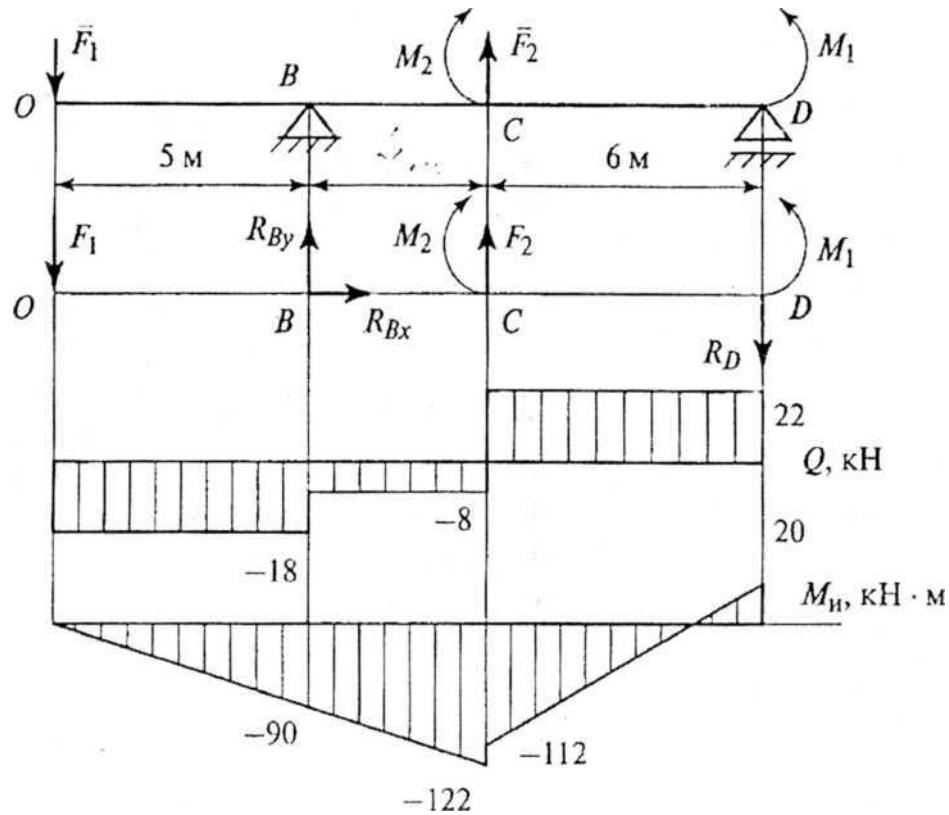

Рис. 6.6
Для заданной двухопорной балки (рис. 6.6) определить реакции опор, построить эпюры поперечных сил и изгибающих моментов, определить размеры поперечного сечения (h, b, d) в форме прямоугольника и круга, приняв для прямоугольника $h/b = 1,5$. Считать $[\sigma_i] = 160$ МПа.
Решение. 1. Строим расчетно-графическую схему (рис. 6.6).
3. Определяем поперечные силы Q в характерных точках: O, B, C, D и строим эпюру слева направо (рис. 6.6):